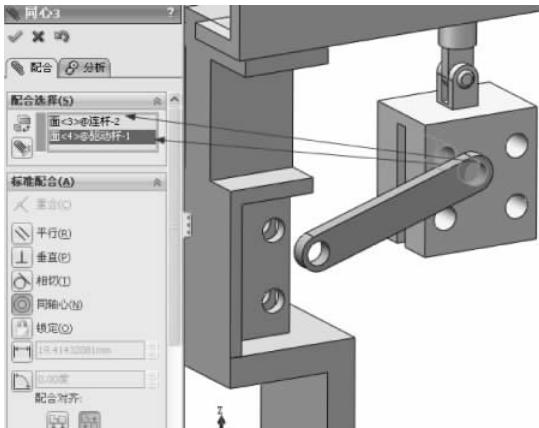

图 3-108 同轴心配合
(3) 继续进行同轴心配合操作,在【配合选择】选项组下的选择框中选择驱动杆上的一个螺纹孔和连杆上的另一个螺纹孔,如图 3-108 所示,其他保持默认,单击【确定】按钮 。